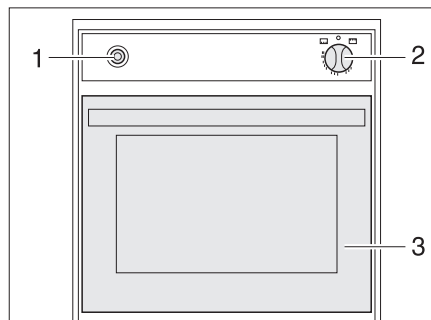

Fig. 324 Forno a gas (Spinflo)
- Aprire completamente lo sportello del forno (Fig. 324,3).
- Premere leggermente il pomello girevole (Fig. 324,2) e metterlo su "🔥" (forno) o "GRILL" (grill).
- Premere il pomello girevole (Fig. 324,2) e tenerlo premuto per 5-10 secondi. Il gas fluisce verso il bruciatore.
- Premere l'interruttore di accensione (Fig. 324,1) finché la fiamma non brucia.
- Ruotare il pomello girevole (Fig. 324,2) su "O". La fiamma si spegne.